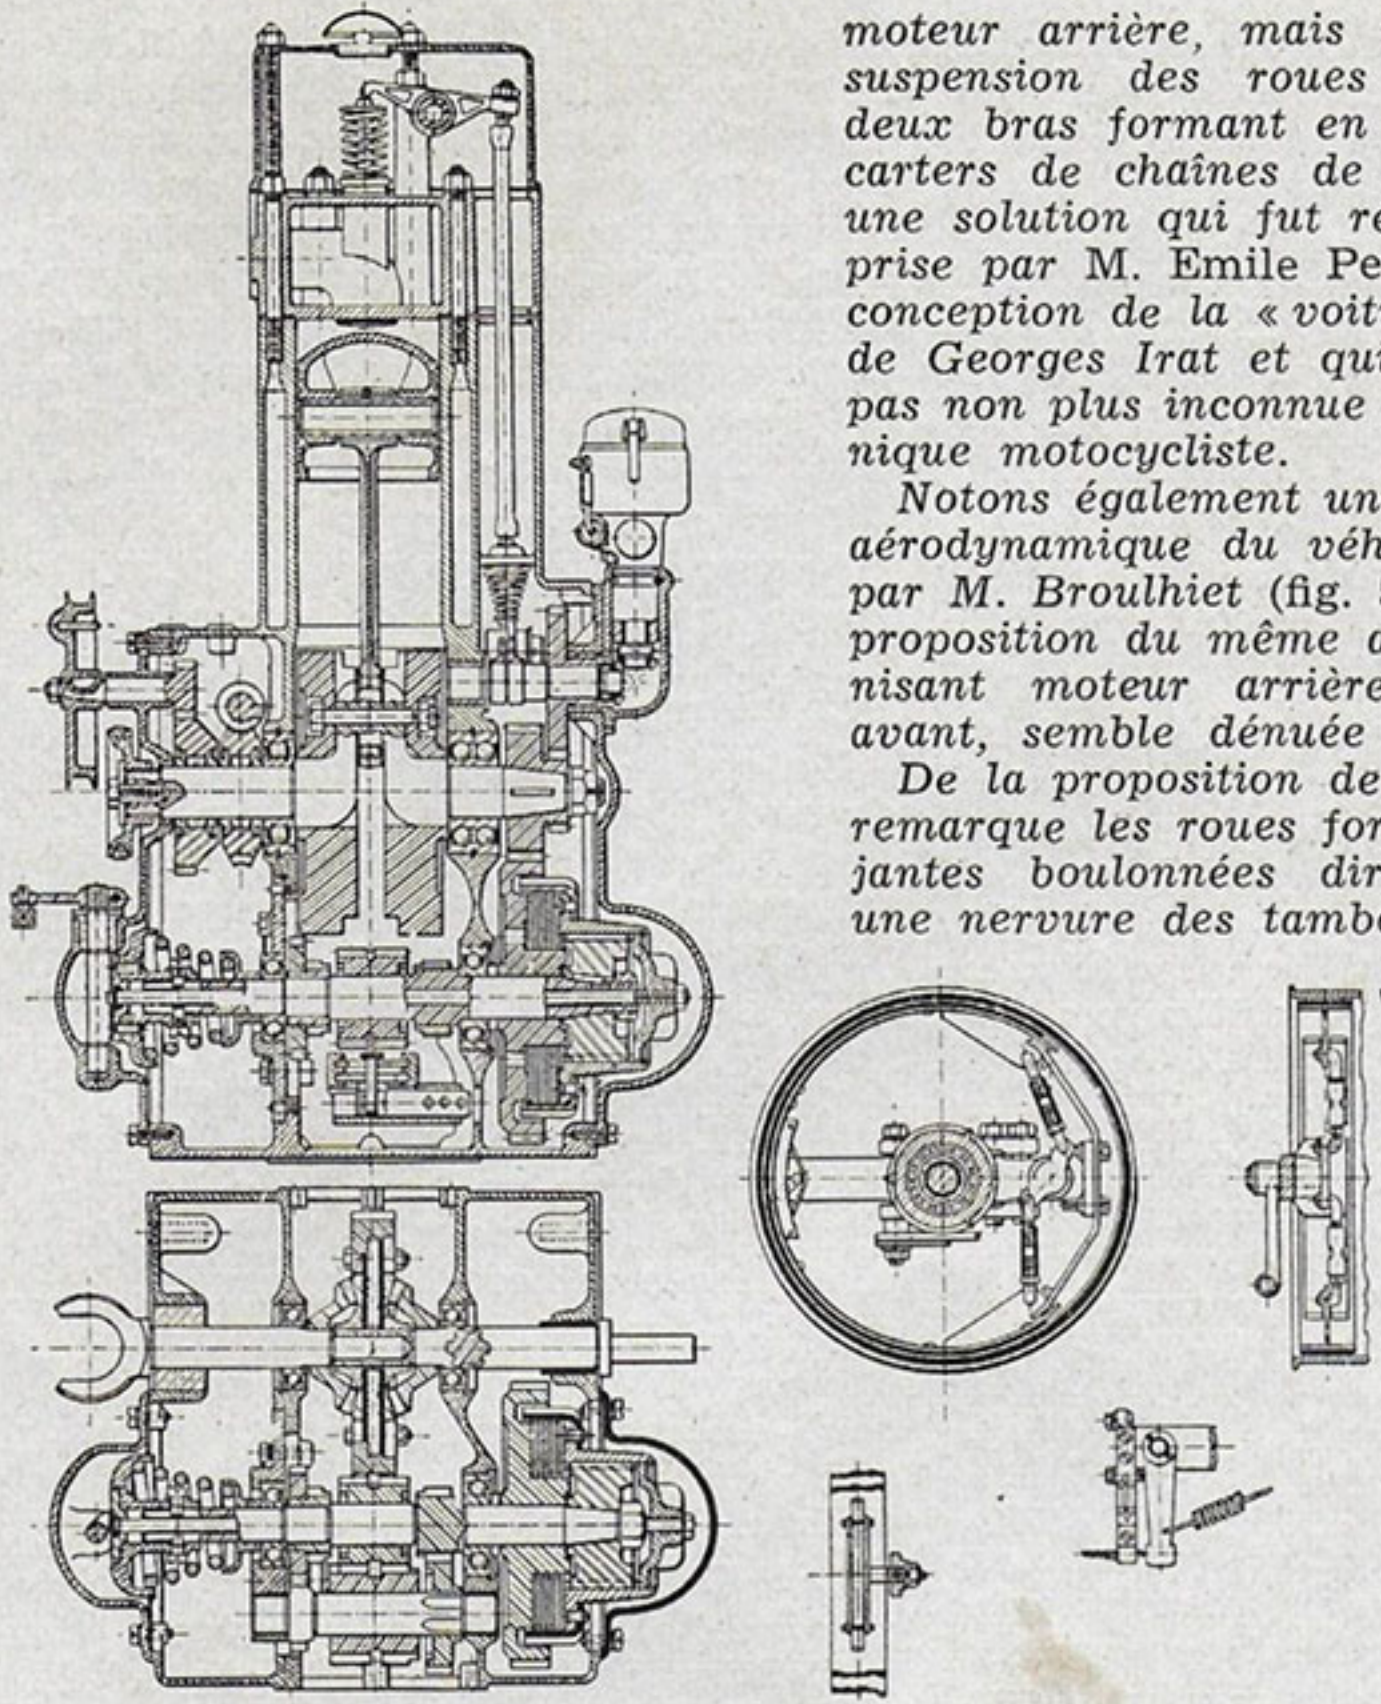

Fig. 9
M. Jany, de Montréal (Canada), aujourd'hui le « patron » de Dynamax (licence Motobécane), proposa un monocylindre de 550 cc, très « moto 1935 », faisant bloc avec la boîte et le différentiel sans coquilles (fig. 9).